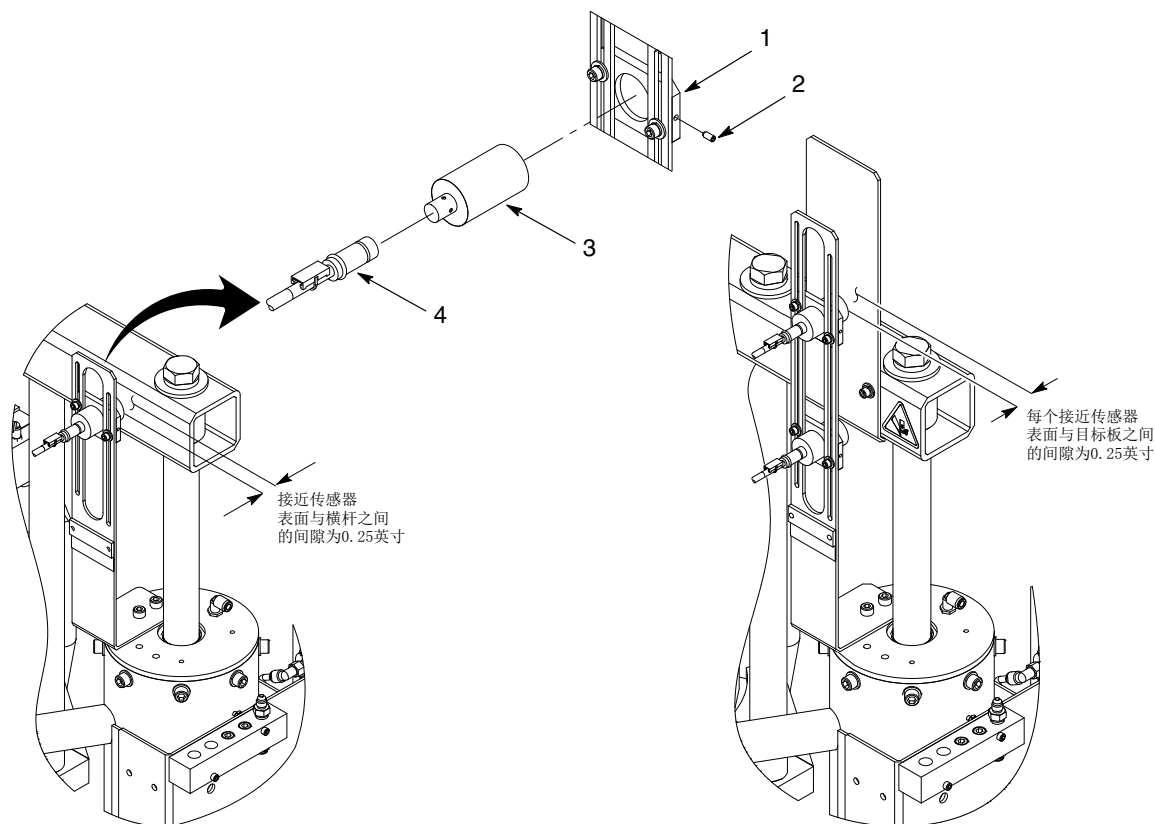

图 2 更换接近传感器
1. 详见图2。断开控制电缆(4)与接近传感器(3)之间的连接。